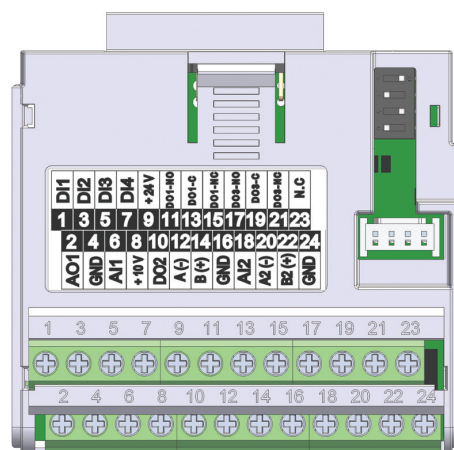

Figura 17.4: Módulo Plug-In CFW500-CRS485
O módulo plug-in CFW500-CRS485 tem a interface Serial (1) através da porta RS485 nos bornes 12(A-) e 14(B+), bem como a interface Serial (2) também através de outra porta RS485 nos bornes 20(A2+) e 22(B2+), veja figura 17.4.